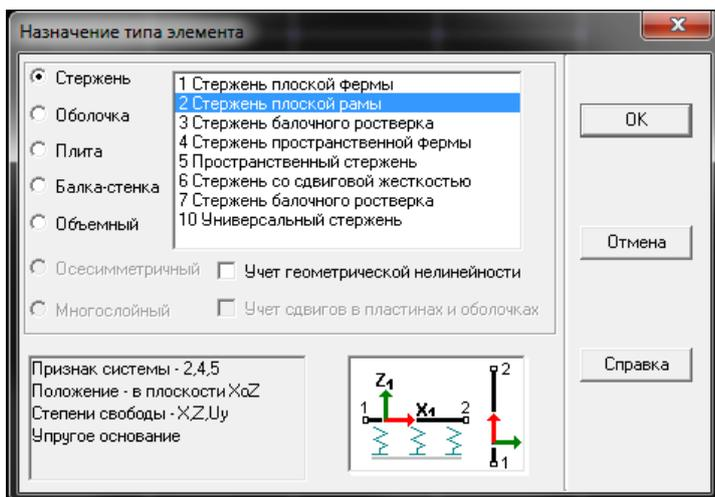

Рисунок 3.12 - Диалоговое окно SCAD для выбора типа конечных элементов
8. Назначение опорных связей (опор) осуществляется в диалоговом окне **Связи** (рис.3.12), которое появляется при нажатии кнопки  «Установка связей в узлах» инструментальной панели вкладки **Назначения**.
Назначение типа элемента (рис.3.12), вызываемое нажатием кнопки  на инструментальной панели при активизированной вкладке **Назначение**.